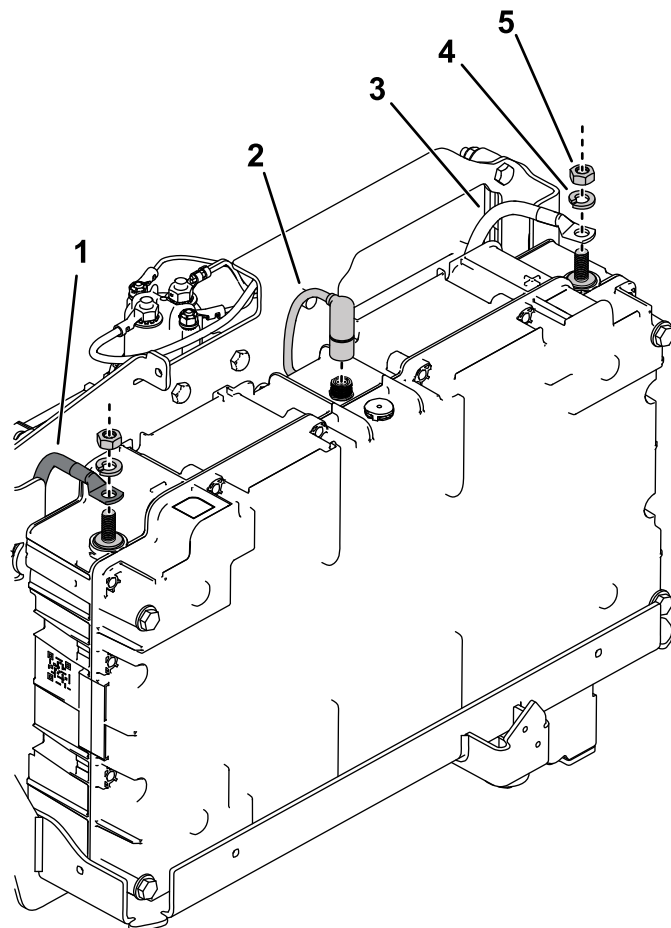

図9
4. コントローラケーブルを、バッテリー上部に接続する 図9。
5. 図9に示すように、プラスケーブル赤をバッテリーのプラス+端子に取り付け、ロックワッシャと六角ナットで固定する六角ナットを  $9 \text{ Nm } 1.5 \text{ kg.m} = 6.6 \text{ ft-lb}$  にトルク締めする。
6. 図9に示すように、マイナスケーブル黒をバッテリーのマイナス-端子に取り付け、ロックワッシャと六角ナットで固定する六角ナットを  $9 \text{ Nm } 1.5 \text{ kg.m} = 6.6 \text{ ft-lb}$  にトルク締めする。